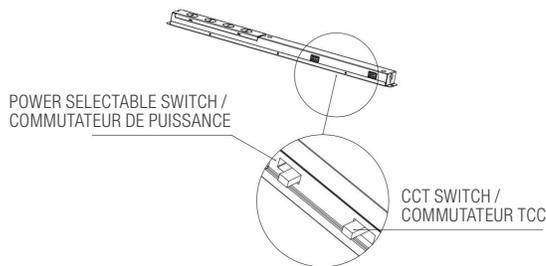

Figure 1
1. Take out the LED driver and adjust the DIP switch to the desired CCT & Watt. (see Fig. 1)
1. Retirez le pilote DEL et réglez le commutateur DIP à la température de couleur et à la puissance désirées. (voir Fig. 1)